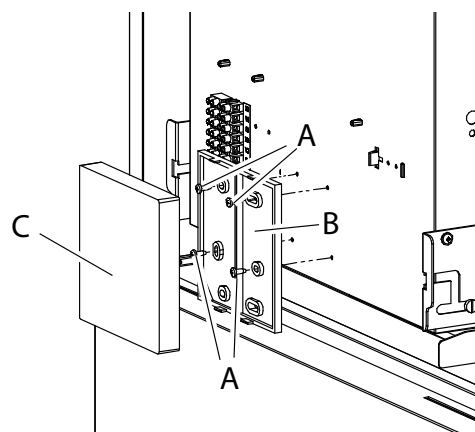

fig. 17 - Installatie van de afstandsbediening
Voor de installatie van de afstandsbediening (zie C fig. 17) op de machine, volg de volgende stappen:
- Bevestig de achterplaat (zie B fig. 17) van de afstandsbediening met de 4 schroeven (zie A fig. 17) die al op het elektrische paneel zijn gemonteerd.
- Haak de afstandsbediening (zie C fig. 17) aan de achterplaat (zie B fig. 17) met de geschikte vergrendelingspinnen.